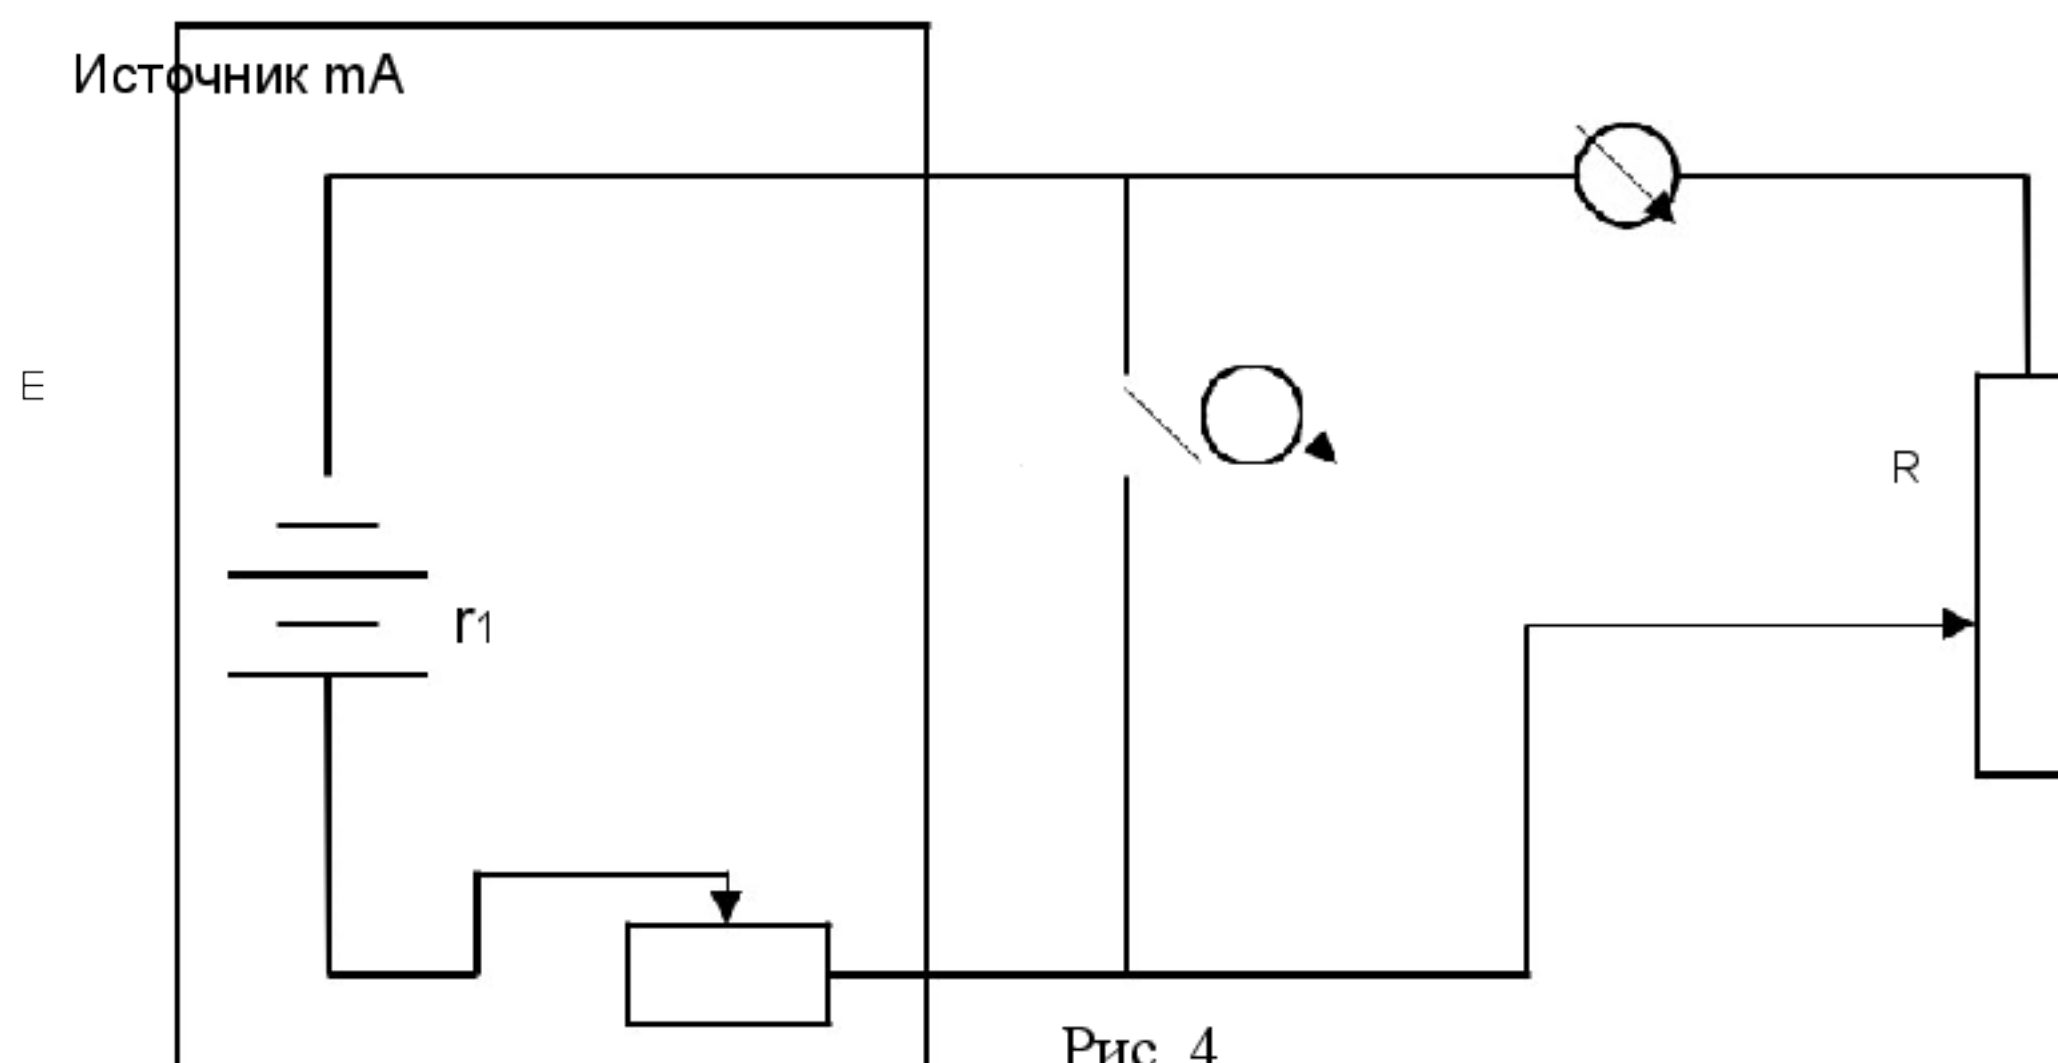

Рис. 4.
Рабочая схема изображена на рис. 4. В качестве источника могут использоваться аккумуляторы или выпрямитель, дающие напряжение величиной несколько вольт. Внутреннее сопротивление таких источников, как правило, мало - порядка десятых долей Ома. Поэтому, как следует из вышеизложенного, для построения графиков искомых зависимостей нагрузочный реостат R тоже должен иметь сопротивление порядка десятых долей Ома. Подобные реостаты являются уникальными. Поэтому внутреннее сопротивление источника в данной работе искусственно увеличивается путем последовательного включения дополнительного реостата r , имеющего величину нескольких десятков Ом. При этом собственным внутренним сопротивлением r источника можно пренебречь.
Из схемы (рис.4) следует, что внутреннее сопротивление миллиамперметра и вольтметра составляют с сопротивлением нагрузочного реостата единое целое. Таким образом, левую часть схемы следует рассматривать как источник, а правую как нагрузку.
1. Собрать рабочую схему (рис.4). Выяснить параметры приборов. Движки реостатов установить в положение наибольшего значения сопротивления.